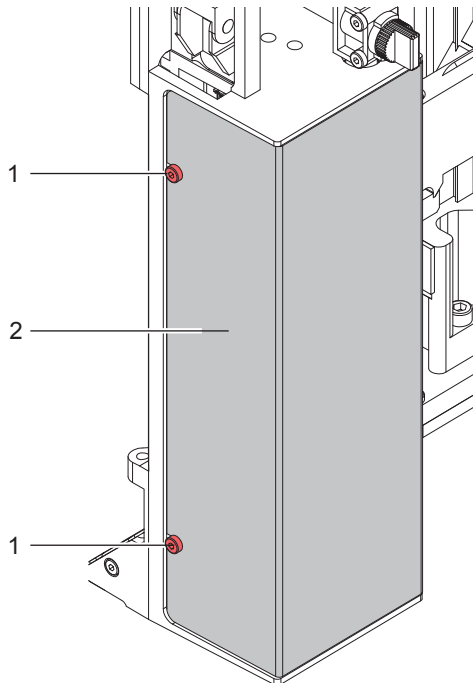

Bild 3 Verkleidung demontieren
Lösering (2) am Steckverbinder drücken, um Schläuche (1) aus den pneumatischen Steckverbindern zu ziehen (Bild 3 rechts).